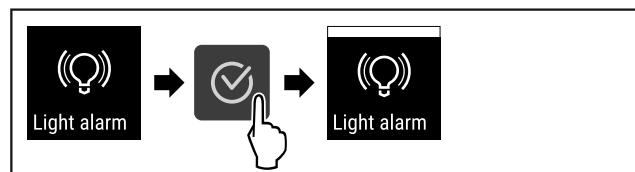

Fig. 119
- ▶ Efectuați pașii de acțiune (vezi Fig. 119).